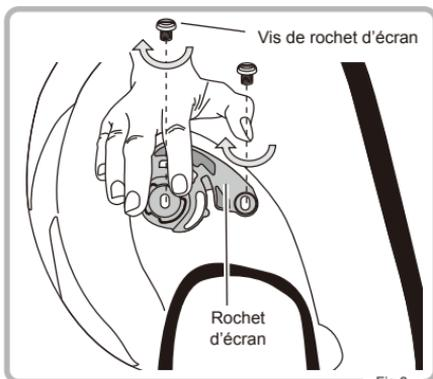

Fig.3
- ③ Vissez fermement les deux vis de rochet d'écran dans le sens des aiguilles d'une montre. Répétez la même procédure pour les autres rochets d'écran. Les rochets d'écran sont alors installés (Fig. 3).